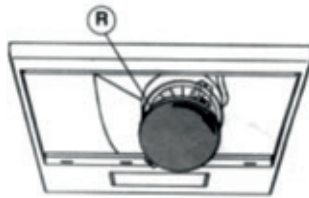

Fig. 14
- Si la campana está dotada de filtros de carbón redondos (Fig. 14), retire el filtro de carbón girando en el sentido anti-horario.